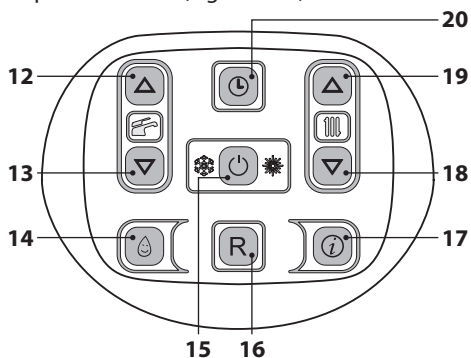
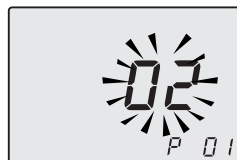
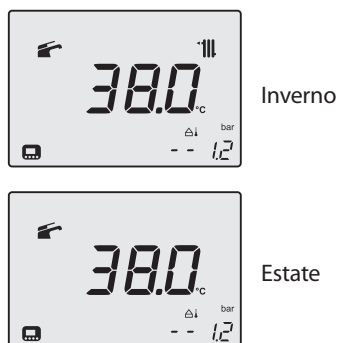

Figura 9.21
Figura 9.22
Figura 9.27
- Entrare in "modalità programmazione" premendo contemporaneamente per 10 secondi i tasti 15 - 18 - 19 (Figura 9.21) fino a far apparire sul display LCD le lettere **P01** e il valore del parametro, indicanti l'entrata nel "parametro 01" (Figura 9.22).
- Premere contemporaneamente i tasti 18 e 19 (Figura 9.21) fino a far apparire sul display LCD le lettere **LP** che si alternano con il valore di temperatura dell'acqua di riscaldamento (es.45), indicanti l'entrata nell'attivazione della "funzione spazzacamino" alla potenza minima (Figura 9.23).
- Premendo il tasto 19 (Figura 9.21) è possibile variare la potenza in modalità spazzacamino: con visualizzazione sul display LCD delle lettere **hP** che si alternano con il valore di temperatura dell'acqua di riscaldamento (es. **32**), siamo in "funzione spazzacamino" alla potenza minima in riscaldamento (Figura 9.24).
- Ripremendo contemporaneamente per 10 secondi i tasti 15 - 18 - 19 (Figura 9.21) si esce dalla "modalità spazzacamino" e si ritorna allo stato di caldaia precedentemente impostato (Figura 9.27).